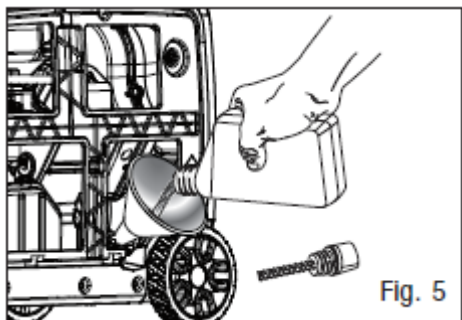

Рис. 5
3. Використовуючи воронку для оливи або відповідний дозатор, повільно долийте оливу в заливну горловину (рис. 5), намагаючись не переповнити установку.